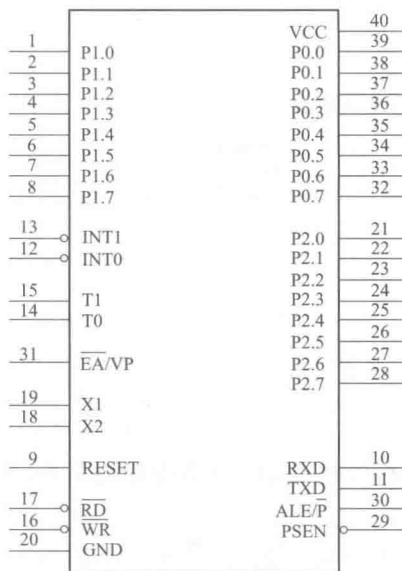

图 1-9 51 单片机外部引脚
(7) 单片机串口。51 单片机串口用于单片机与其他外部串口设备的通信，串行收发存储器使用特殊功能寄存器串行数据缓冲器 SBUF，SBUF 地址为 99H。单片机内部用于收、发缓冲器，实际上有 2 个，即发送缓冲器和接收缓冲器，它们均以 SBUF 命名，只是根据对 SBUF 的读写操作，单片机会自动切换发送缓冲器或接收缓冲器。
(8) 单片机中断系统。51 单片机中断系统的功能有 5 个中断源，2 个中断优先级，由此实现二级中断嵌套，每一个中断源的优先级可以由程序设定。与中断系统工作有关的特殊功能寄存器有中断控制允许寄存器 IE、中断优先级控制寄存器 IP 及定时器/计数器控制寄存器 TCON 等。
(9) 51 单片机外部引脚（见图 1-9）。